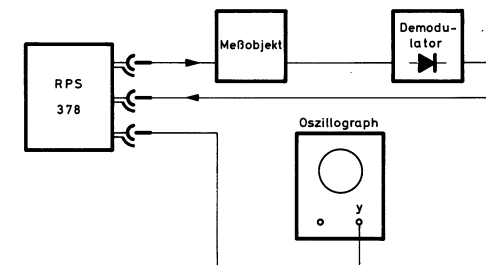

Abb. 3 FM-ZF-Meßplatz
Eine Korrektur der NF-Amplitude bei fest vorgegebener HF-Spannung und stufig geeichtem Oszillographen (z. B. SO 367) läßt sich außerdem mit dem Einstellregler (10) durchführen. Mit dem Wobbler-Mittenfrequenz-Regler (2) läßt sich die Kurve seitlich verschieben und mit dem Hubregler (3) in ihrer Breite variieren. Den Meßaufbau zeigt Abb. 3.